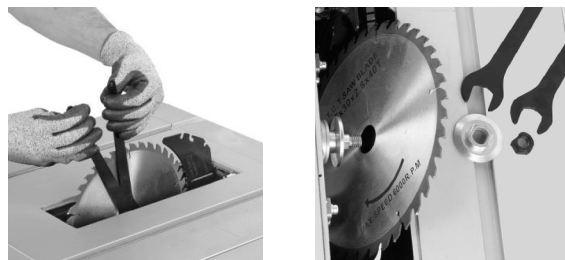

Рис. 3
*Установка пильного диска (Рис. 3)*
2. Снимите вставку стола (5) и защитный кожух пильного диска (6).
7. Установите обратно вставку стола (5) и защитный кожух (6).